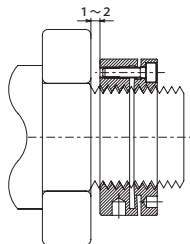

図15
3. つぎにクランプナットのクランプねじを対角線上に均等に、ナットとスピンドルねじの遊びが除去されるまで締めます。この時点でクランプナットの中心とスピンドル軸の中心が一致しナットの当り面は共通の軸に対し直角になります。またナットの締付け部と調整部は同じようにナットのねじフランクの全周で均等に支えるようになります。(図15)